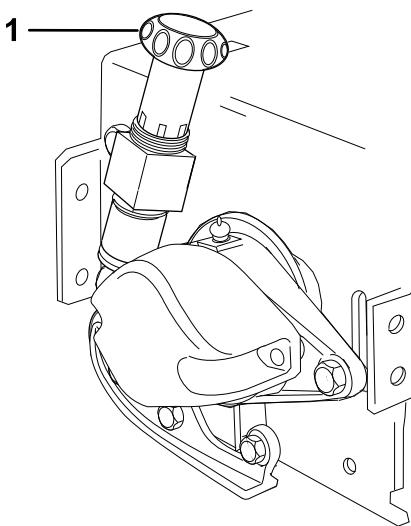

Bild 6
- Ändern Sie das Handrad zum Einstellen des Zylinders an der Schneideeinheit 3 wie folgt in die nach hinten abgewinkelte Stellung (Bild 6):
10. Ändern Sie das Handrad zum Einstellen des Zylinders an der Schneideinheit 4 wie folgt in die nach hinten abgewinkelte Stellung, siehe **Bild 6**: